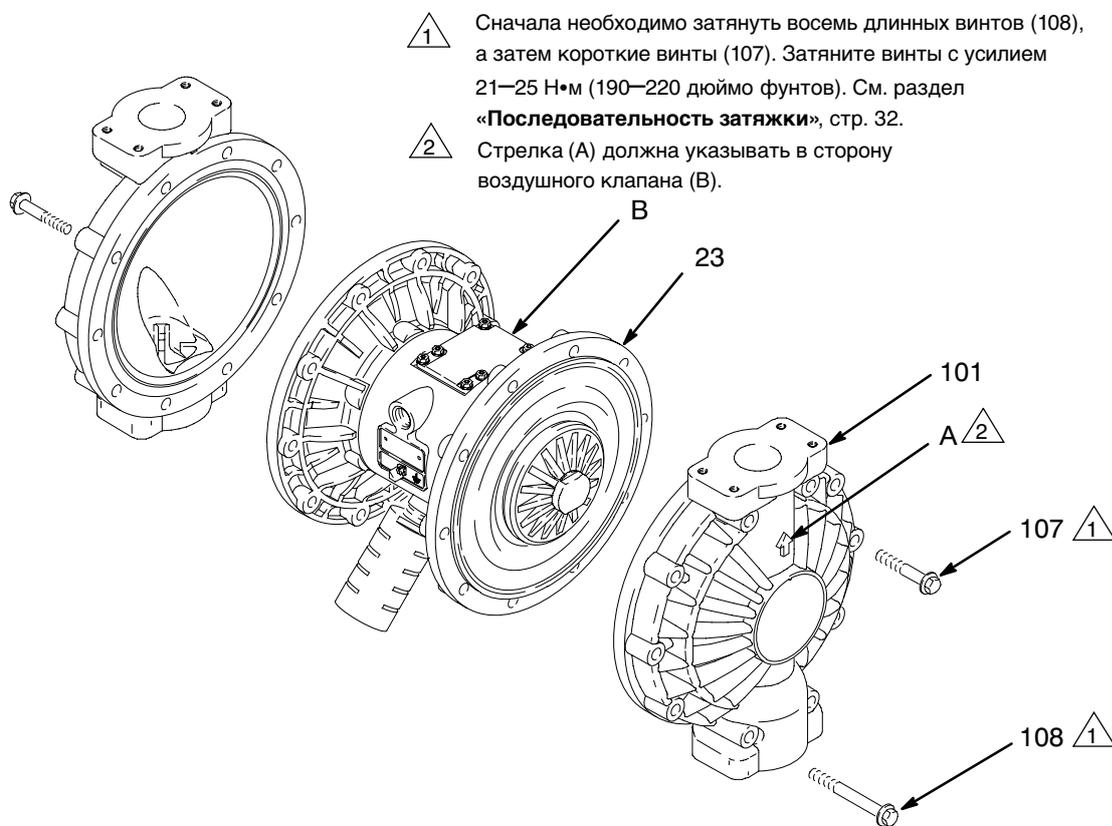
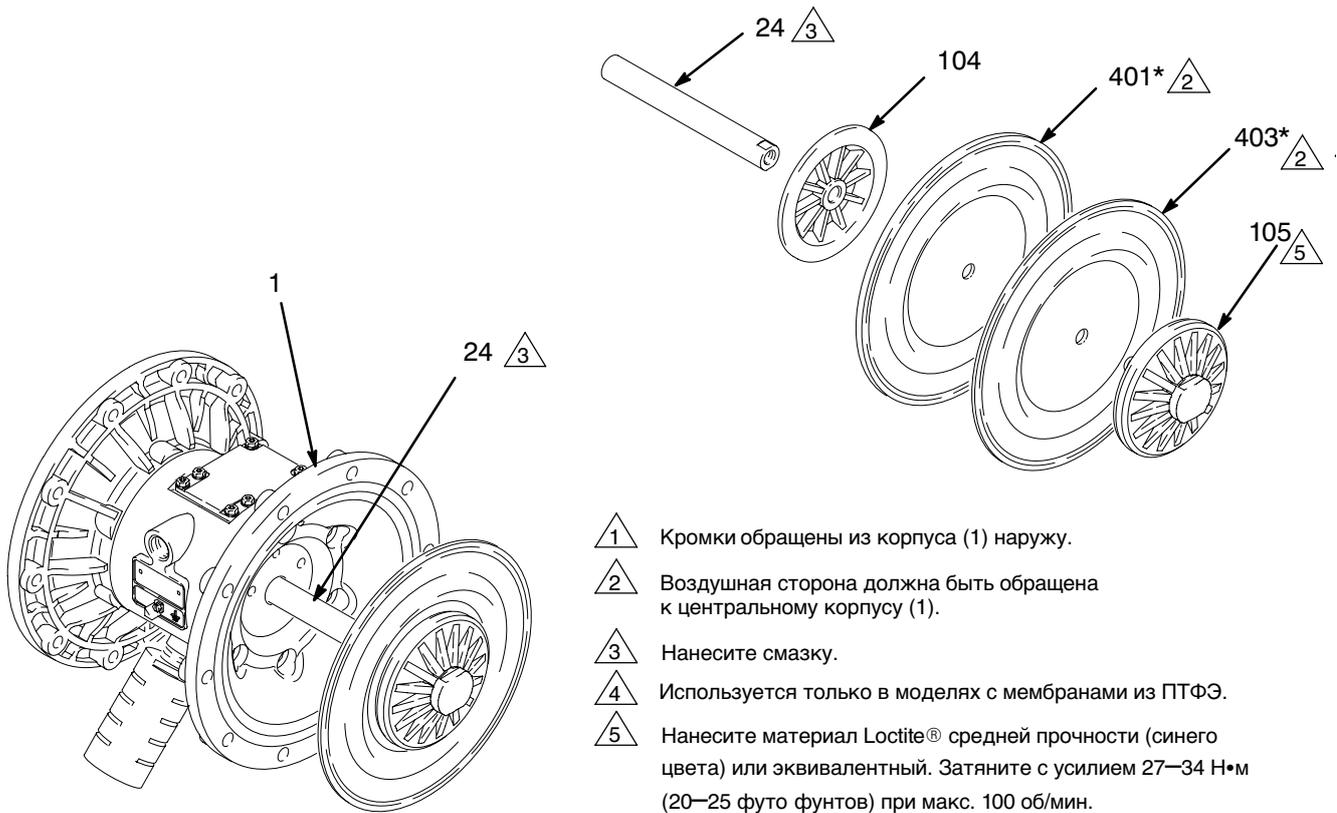

Рис. 12
Рис. 13
3. С помощью торцевого ключа на 13 мм выкрутите винты (107 и 108), крепящие крышки секции жидкости (101) к крышкам воздушной секции (23). Снимите крышки (101) секции жидкости с насоса. См. рис. 12.
- Отвинтите одну наружную пластину (105) от вала мембраны (24). Снимите одну мембрану (401) и внутреннюю пластину (104). См. рис. 13.
- Нанесите смазку на уплотнения П-образного сечения (402*) вала и установите их так, чтобы их кромки были обращены из корпуса (1) **наружу**. См. рис. 13.
- Нанесите на вал (24) мембраны смазку (по всей длине и на оба конца вала). Вставьте вал в корпус (1).
- Соберите внутренние мембранные пластины (104), мембраны (401*), мембраны из ПТФЭ (403*, если есть) и наружные мембранные пластины (105) *в точности*, как показано на рис. 13. Эти детали **должны** быть собраны правильно.
- Нанесите материал Loctite® средней прочности (синего цвета) или эквивалентный на резьбу пластин (105) со стороны жидкости. Удерживая одну из наружных пластин (105) с помощью гаечного ключа, затяните другую наружную пластину с усилием 27–34 Н•м (20–25 футо-фунтов) при макс. 100 об/мин. Не перетяните.
- Совместите крышки (101) секции жидкости и центральный корпус (1) таким образом, чтобы стрелки (А) на крышках указывали в том же направлении, что и воздушный клапан (В). Вручную зафиксируйте крышки с помощью винтов (107 и 108). Установите длинные винты (108) в верхнем и нижнем отверстиях крышек. См. рис. 12.
- Сначала затяните длинные винты (108) равномерно на одинаковой высоте друг напротив друга с усилием 21–25 Н•м (190–220 дюймо фунтов), используя торцевой ключ на 13 мм. Затем затяните короткие винты (107). См. раздел «**Последовательность затяжки**», стр. 32.
1. Нанесите смазку на уплотнения П-образного сечения вала (402*) и установите их так, чтобы кромки были направлены **наружу** из корпуса (1). См. рис. 13.
2. Установите пластину (104) с воздушной стороны на мембрану (403). Широкая закругленная сторона пластины должна быть направлена в сторону мембраны. Нанесите на резьбу мембранного узла материал Loctite средней прочности (синего цвета) или эквивалентный. Вкрутите узел в вал (24) и затяните вручную.
3. Нанесите смазку на вал (24) мембраны (по всей длине и на оба конца вала). Вставьте вал/узел мембраны в насос с одной стороны. Совместите крышку (101) секции жидкости и центральный корпус (1) так, чтобы стрелка (А) на крышке указывала в том же направлении, что и воздушный клапан. Зафиксируйте крышку винтами (107 и 108) и затяните их вручную.
4. Затяните длинные винты (108) равномерно на одинаковой высоте друг напротив друга с усилием 21–25 Н•м (190–220 дюймо-фунтов), используя торцевой ключ на 13 мм. Затем затяните короткие винты (107). См. раздел «**Последовательность затяжки**», стр. 32.
8. Если подшипники вала мембраны (19) сняты, вставьте в центральный корпус (1) съёмник уплотнительных колец, зацепите уплотнения П-образного сечения (402) и извлеките их из корпуса. Осмотрите уплотнения. См. рис. 13.